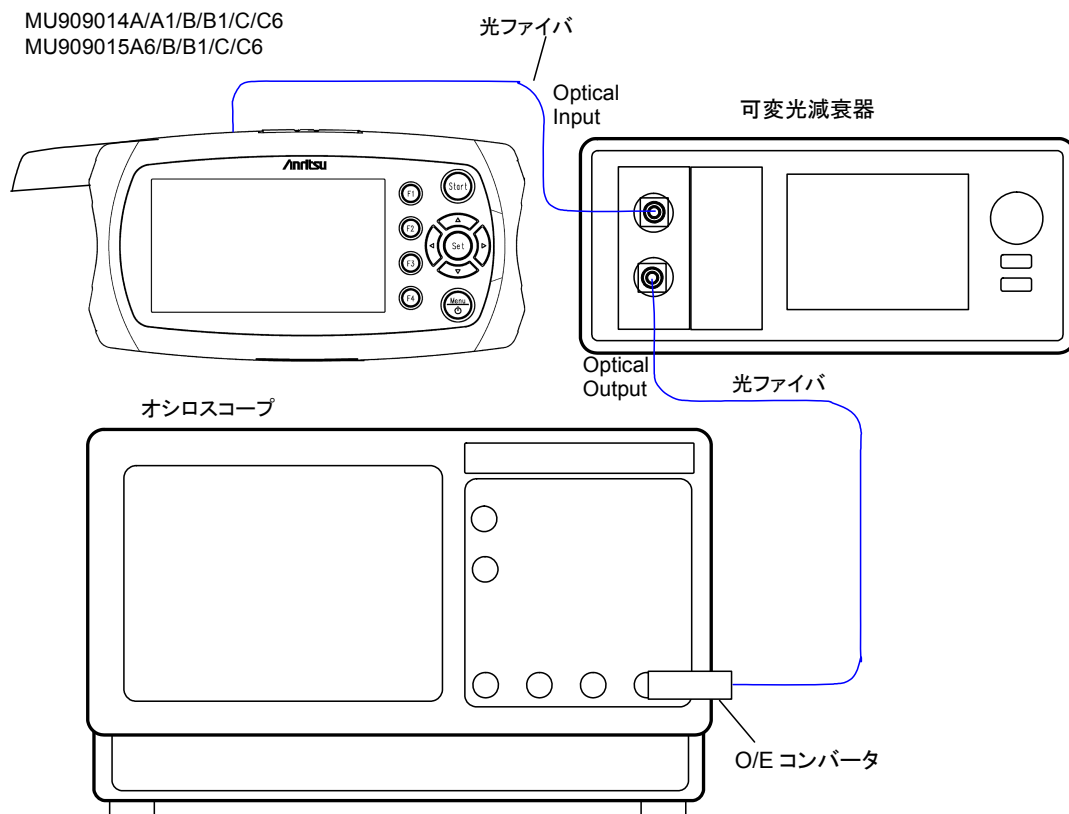

図11.1.3-1 パルス幅測定のための接続図
1. 本器と、測定器を図11.1.3-1のとおり接続します。